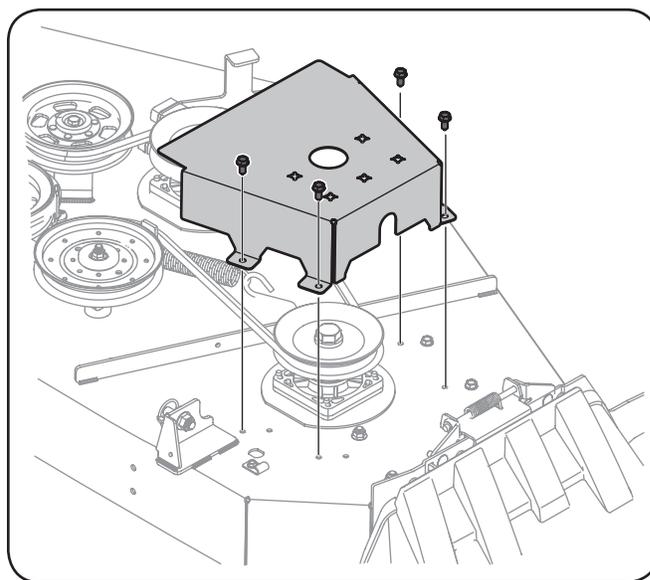

Figure 7-7
- Retirez les boulons qui fixent les couvercles de courroie au plateau de coupe. Voir Figure 7-7.
3. Pour retirer les deux poulies de tension, enlevez les boulons et les écrous autobloquants qui les retiennent au plateau de coupe et au bras de renvoi. Voir Figure 7-7. Prenez soin de ne pas perdre les boulons et les écrous autobloquants.
5. Placez la courroie neuve autour des poulies de fusée et installez les couvercles de courroie. Voir Figure 7-7.